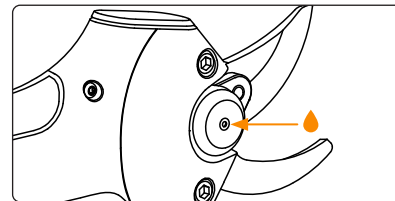

Abbildung 5. Lage der Schmierbohrung.
- Die Schneidklängen und die unter Klängen sollten regelmäßig geschmiert werden, indem Universalfett in die Schmieröffnung (kleine Kerbe auf der Achse, siehe Abbildung 5) gegeben wird.